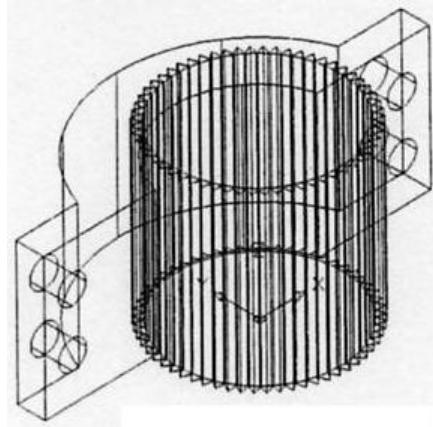

图 11-46 阵列拉伸形成的实体
21、按 Enter 键，阵列效果如图 11-46 所示。单击【差集】按钮⑩，命令行提示如下。
选择对象: 指定对角点: 找到 60 个 //选择图 11-46 中阵列完成的实体